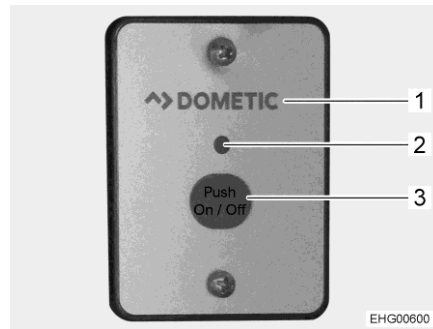

Bild 149 Externer Schalter (Wechselrichter)
Der externe Schalter (Bild 149,1) ist im Hängeschrank über dem Tisch eingebaut.
*Einschalten:* ■ Taste "On/Off" (Bild 149,3) drücken. Die LED (Bild 149,2) leuchtet.
*Ausschalten:* ■ Taste "On/Off" (Bild 149,3) drücken. Die LED (Bild 149,2) erlischt.